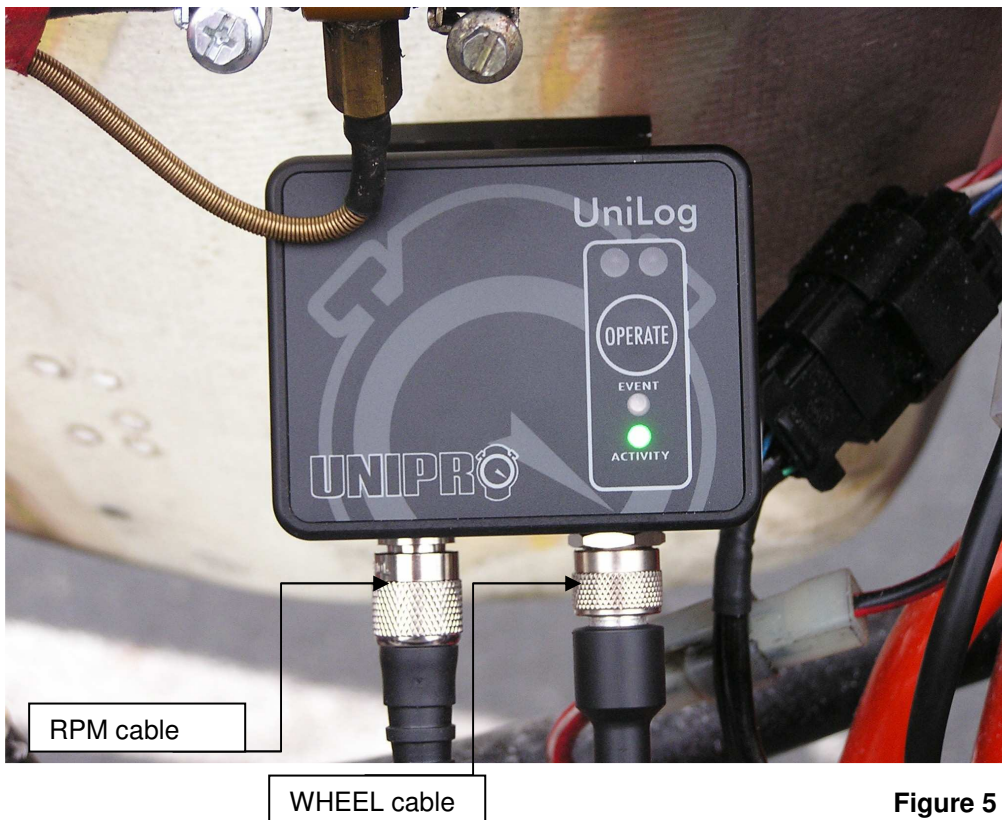

Figure 5
The wheel sensor cable is to connect with the UniLog box (see figure 5). The cable end with the sensor must be fitted by means of the clip on the mounting link. The end of the cable must directed perpendicular to the magnet with a gap distance of 2 – 5 mm.
Das Radsensor-Kabel ist mit der UniLog Box zu verbinden (siehe Abbildung 5). Das Kabelende mit dem Aufnehmer ist mittels der Halteschelle an der Verbindungslasche, senkrecht so zu befestigen, dass der Abstand zum Magnet 2 – 5 mm beträgt.
The RPM sensor cable is to connect with the UniLog box (see figure 5). The cable end must be fitted by means of the tie-wraps on the HT cable with 5 - 15 cm distance to the spark plug socket and should not have contact with other induction cables (as for the data logger), see figure 4.
Das Motordrehzahl-Kabel ist mit der UniLog Box zu verbinden (siehe Abbildung 5). Das Kabelende muss mittels Kabelbindern am Zündkabel mit in einer Entfernung von 5 – 15 cm vom Kerzenstecker befestigt werden (siehe Abb. 4) und soll keinen Kontakt mit anderen Induktionskabeln (z.B. vom Data Logger) haben.
- green LED (see figure 5) flashing in normal frequency: 0.5 sec on – 0.5 sec. off etc. (UniLog receives both signals correctly)
- Grüne Kontrollleuchte (siehe Abb. 5) blinkt in normaler Frequenz: 0,5 s an und 0,5 s aus (UniLog empfängt beide Signale korrekt)